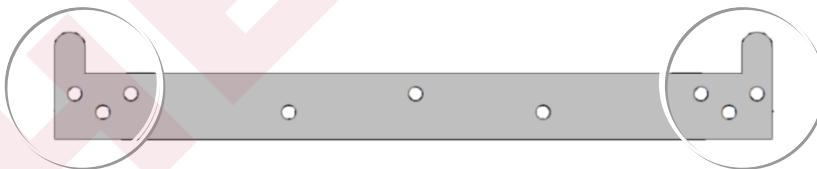

Рис. 15 Монтажная планка (кронштейн крепления котла на стене).
- Котёл вешается на монтажную планку (кронштейн), которая крепится к стене (См. Рис. 15). Для надёжного крепления монтажной планки (кронштейна) к стене **рекомендуется** использовать различные крепёжные элементы: анкерные болты, крепёжные шпильки, дюбель-гвозди, шурупы и саморезы, как в комплекте с дюбелями, так и отдельно. Выбор крепёжного элемента зависит от материала стены и нагрузки. **Рекомендуется** для создания жесткого узла крепления сделать в стене отверстие диаметром 8 мм и глубиной не менее 50 мм и использовать для крепления на стене монтажной планки (кронштейна) крепёжные элементы соответствующего наружного диаметра и соответствующей глубины крепления.